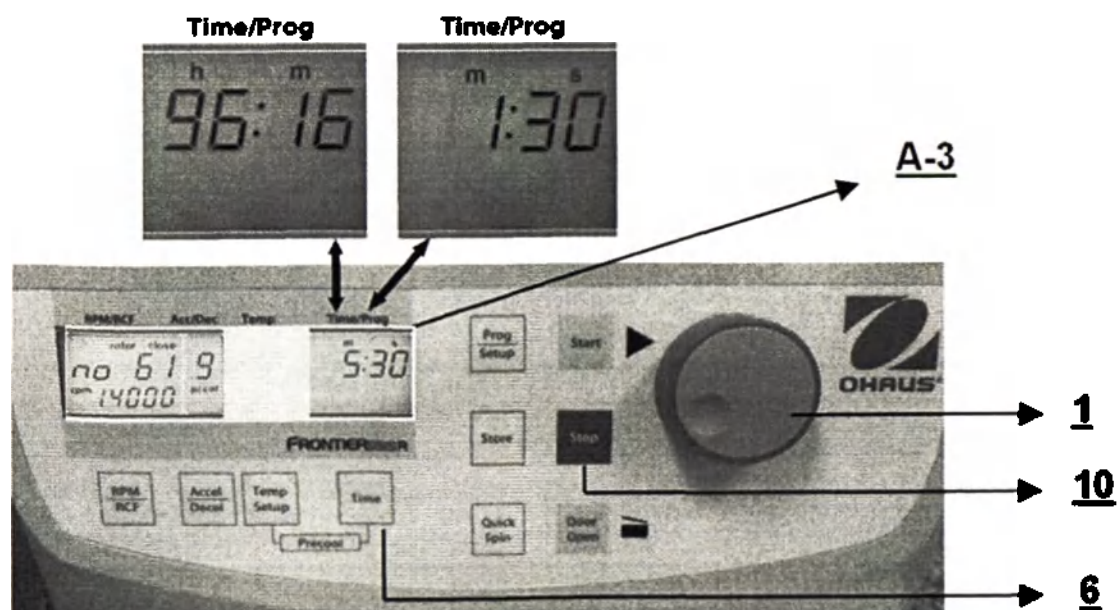

Рис. 17
3. Если выбран поддиапазон **cont**, запущенную центрифугу можно остановить только нажатием на кнопку **Stop** (10) (см. рис. 17).
На экране всегда отображается время, оставшееся до завершения центрифугирования. (См. рис. 17).